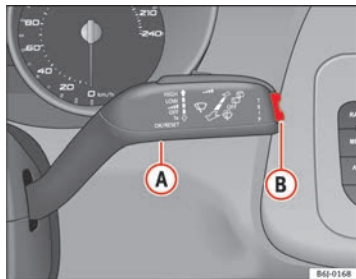

Fig. 33 Leva del tergicristallo: tasto A e tasto di comando B
- Con il quadro acceso, premere (senza poi tenerlo premuto) il tasto ⇒ fig. 33 **A** ubicato sulla leva del tergicristallo: in questo modo si passa da una memoria all'altra.